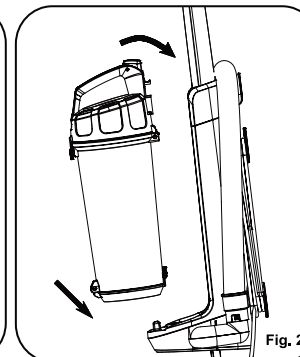

Fig. 2
4. Vuelva a colocar el depósito de polvo (fig. 2).